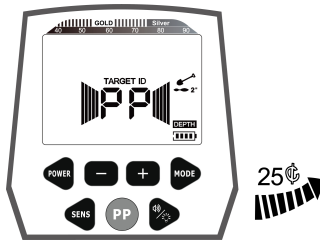

Abb.15
b. Nehmen Sie eine 25 ¢–Silbermünze und lassen Sie sie langsam an die Suchspule herantreten. Bei einer Position von etwa 7" bis 8" beginnt der erste Satz von Signalstärke–Cursoren zu erscheinen, der Ton wird lauter und der Ton wird höher. Bewegen Sie die 25 ¢–Silbermünze weiter, der Signalstärke–Cursor ist schnell voll, der Ton wird lauter, und dann zeigt der Tiefen–Cursor die Tiefe an, bis nur noch einer übrig ist, was anzeigt, dass sich das Metall allmählich der Mitte der Suchspule nähert. (Siehe Abb.15)